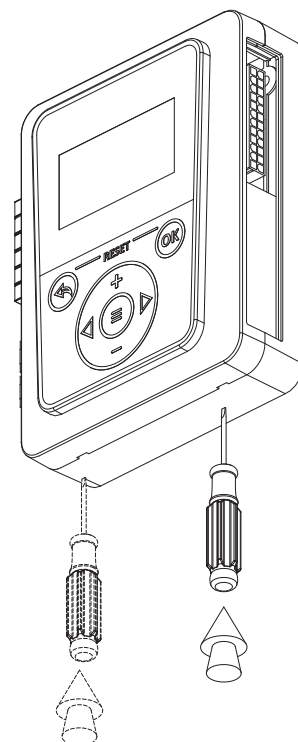

Рис.18 Демонтаж лицевой панели
2. снимите лицевую панель контроллера, ослабив защелки с помощью отвертки (рис.18);